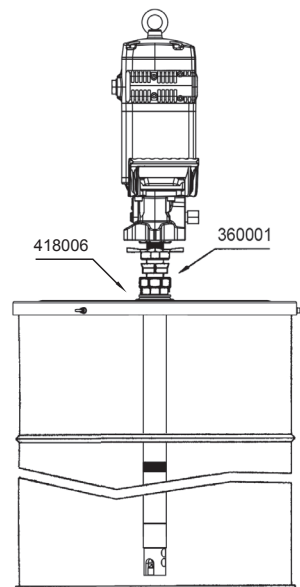

Рис. 3
- **б.** Крепление с крышкой (418006 для бочки 185 кг и 418016 для бочки 50 кг) и регулируемым переходником 360001. Установите крышку на барабан и навинтите гайку регулируемого переходника на резьбу крышки. Вставьте насос через гайку и зафиксируйте звездочкой на желаемой высоте (см. Рисунок 3).